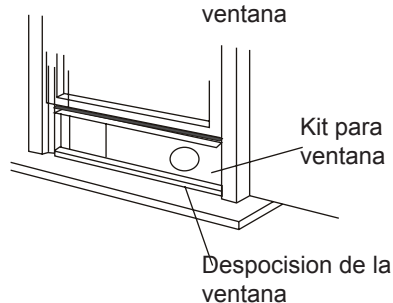

Fig.10
4. Corte el sello de espuma (tipo adhesivo) a la longitud adecuada y colóquelo en la parte superior de la ventana. Como se muestra en la Fig.10.